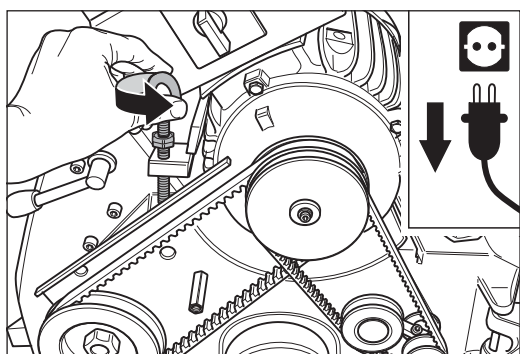

Abb. 59 Die Spannschraube gegen den Uhrzeigersinn drehen. Dadurch werden die Keilriemen entspannt. **Abbildung ähnlich.**
- 5 Drehen Sie die Spannschraube am Motor gegen den Uhrzeigersinn (Abb. 59). Dadurch werden die Keilriemen entspannt.